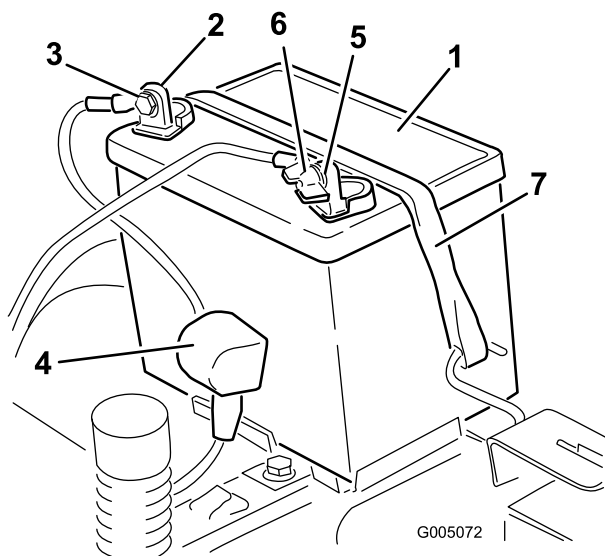

Figura 38
4. Desconecte el cable negativo de tierra (negro) del borne de la batería (Figura 38). Guarde todos los herrajes.
- Deslice hacia arriba la cubierta de goma del cable positivo (rojo). Desconecte el cable positivo (rojo) del borne de la batería (Figura 38). Guarde todos los herrajes.
- Retire la correa de sujeción de la batería (Figura 38) y levante la batería para retirarla de su bandeja.
- Coloque la batería en la bandeja, con los bornes hacia el puesto del operador (Figura 38).
- Fije la batería con la correa de sujeción (Figura 38).